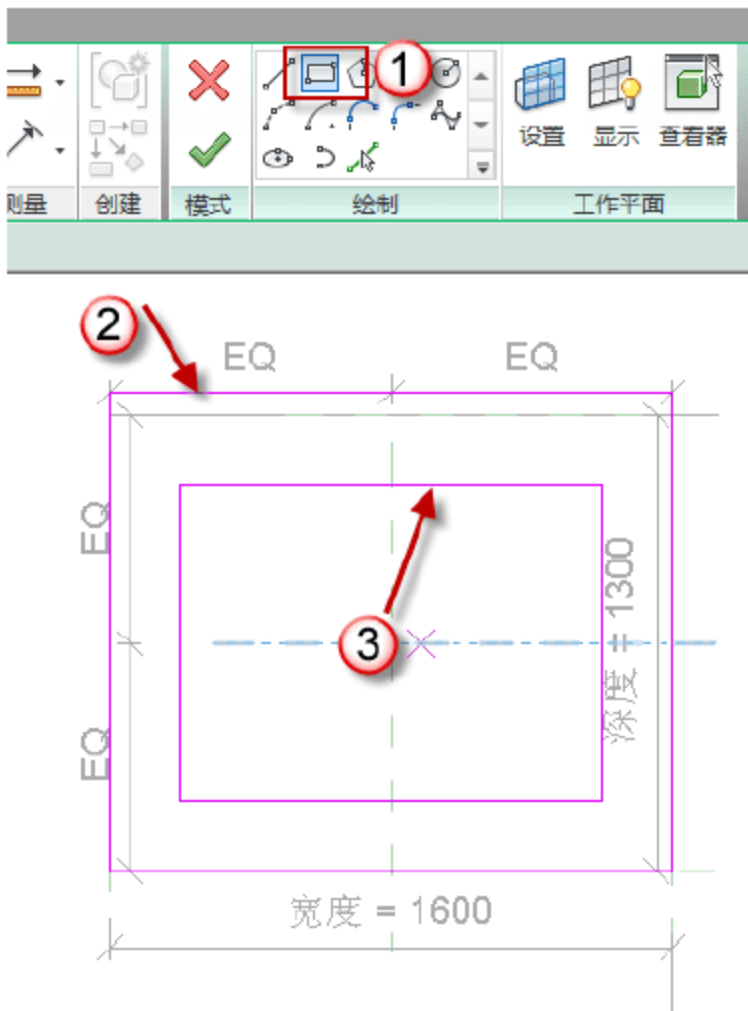

图 12.3.10 绘制突出屋面的风道
(8) 绘制突出屋面的风道。选择“创建”→“拉伸”命令，选择“矩形”绘图形式，依次绘制风道轮廓，如图 12.3.10 所示。